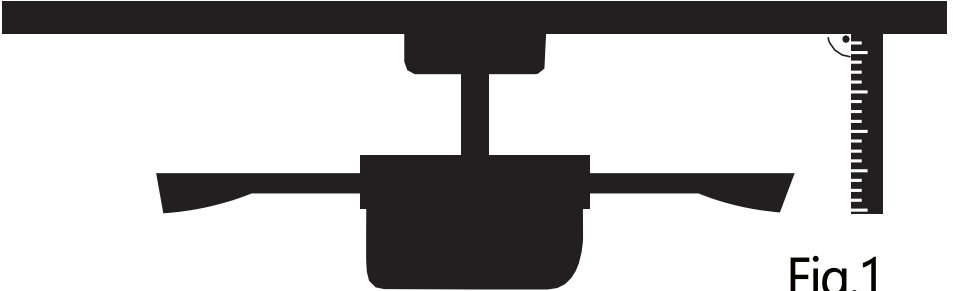

Fig.1
1. De ventilatorbladen hangen niet parallel met het plafond. Voor controle zie afb. 1.
2. Schakel de ventilator uit. Kies een blad en plaats een klemmetje (zie afbeelding 1 hieronder) halverwege de schroefbevestiging en het uiteinde.
1. The fan blades are not parallel to the ceiling .See Fig.1 how to inspect